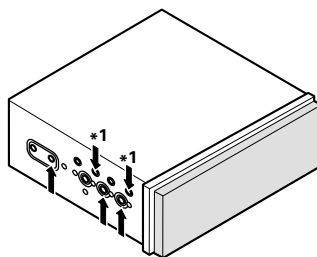

Fig. 14
- Fixation de l'appareil au support de montage d'autoradio pourvu par l'usine. (Fig. 14) (Fig. 15) (Fig. 16)